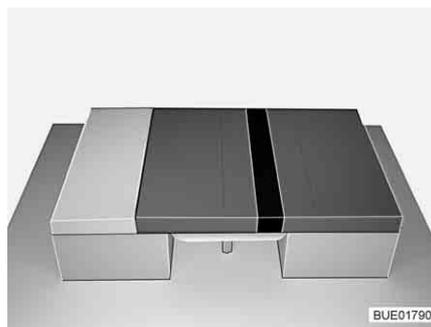

Fig. 92 Dopo la trasformazione
- Collocare il cuscino aggiuntivo tra i cuscini del divano (vedi Fig. 92).